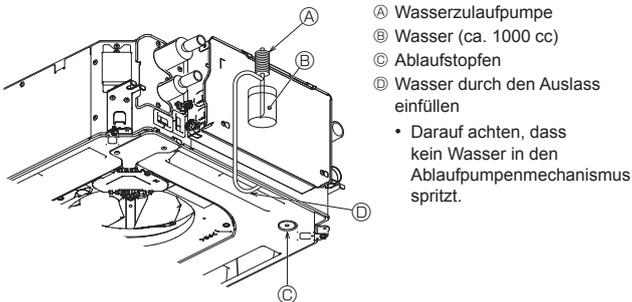

Fig. 7-10
7.4. Überprüfung der Dränage (Fig. 7-10)